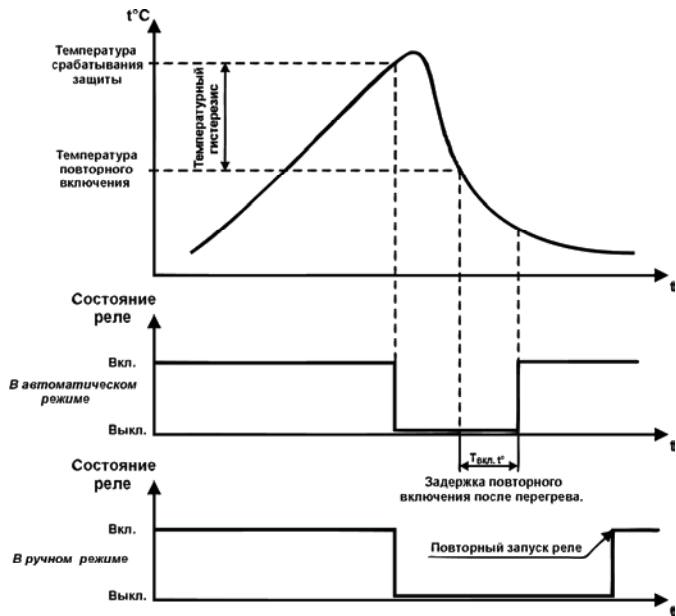

Рисунок 4 – Работа канала контроля температуры объекта
4.2.2 При необходимости изменения значения **времени задержки включения реле после перегрева $T_{вкл.t}$** (рисунок 4) установите на коммутаторе "XP1" перемычку в положение "2".